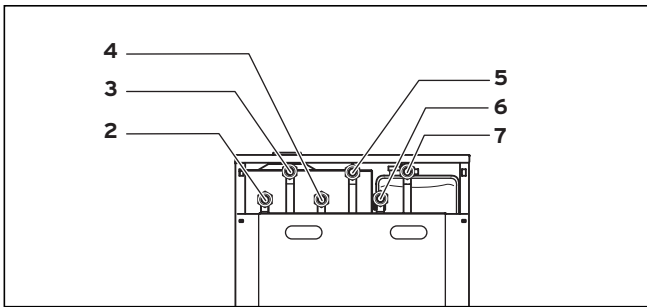

Abb. 5.1 Lage der Anschlüsse
- Schließen Sie den Heizungsvorlauf am Heizungsvorlauf-Anschluss (6) an, siehe Abbildung 5.1.
- Schließen Sie den Heizungsrücklauf am Heizungsrücklauf-Anschluss (7) an, siehe Abbildung 5.1.
- Schließen Sie den Warmwasseranschluss (WW) (5) an, siehe Abbildung 5.1.
- Schließen Sie den Kaltwasseranschluss (KW) (4) mit den entsprechenden Sicherheitseinrichtungen an, siehe Abbildung 5.1.
Gegebenenfalls kann am Anschluss (2) eine Zirkulationsleitung angeschlossen werden, siehe Abbildung 5.1.